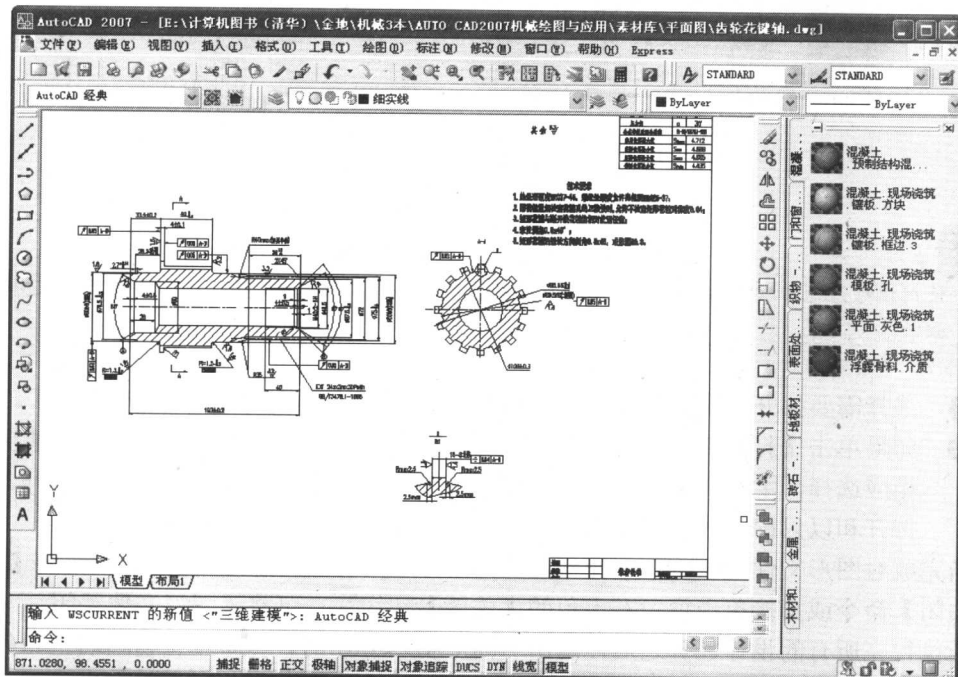

图 1-7 打开已绘制好的图形文件
- ③ 选择已经绘制好的图形文件齿轮花键轴.dwg 之后，单击【打开】按钮，打开如图 1-7 所示的文件。
- ④ 选择【文件】→【另存为】命令，在打开的【图形另存为】对话框中更改文件名，或选择任意路径保存。